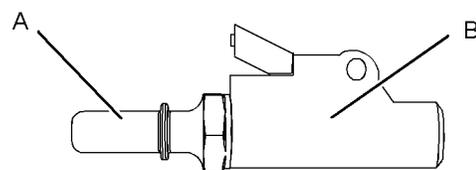

Abbildung 64
3. Die Schutzkappe (1) entfernen. Das Ventil (2) zum Entlüften eindrücken. Perkins empfiehlt die Verwendung eines Reifenfüllgeräts mit angebrachtem durchsichtigem Schlauch geeigneter Länge. Siehe Abbildung 64 .